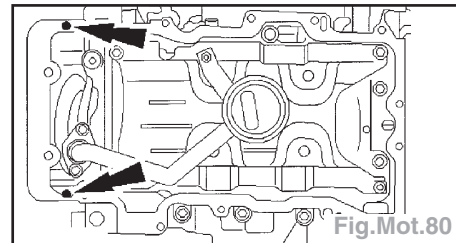

Fig.Mot.80
- appliquer un point de mastic d'étanchéité de 10mm de diamètre sur le bloc-cylindres aux emplacements indiqués (Fig.Mot.80).